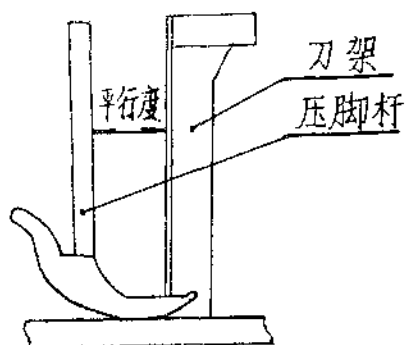

图1-3
2. 刀架前平面与压脚杆平行度允差为 0.8mm 。(图1-3)。